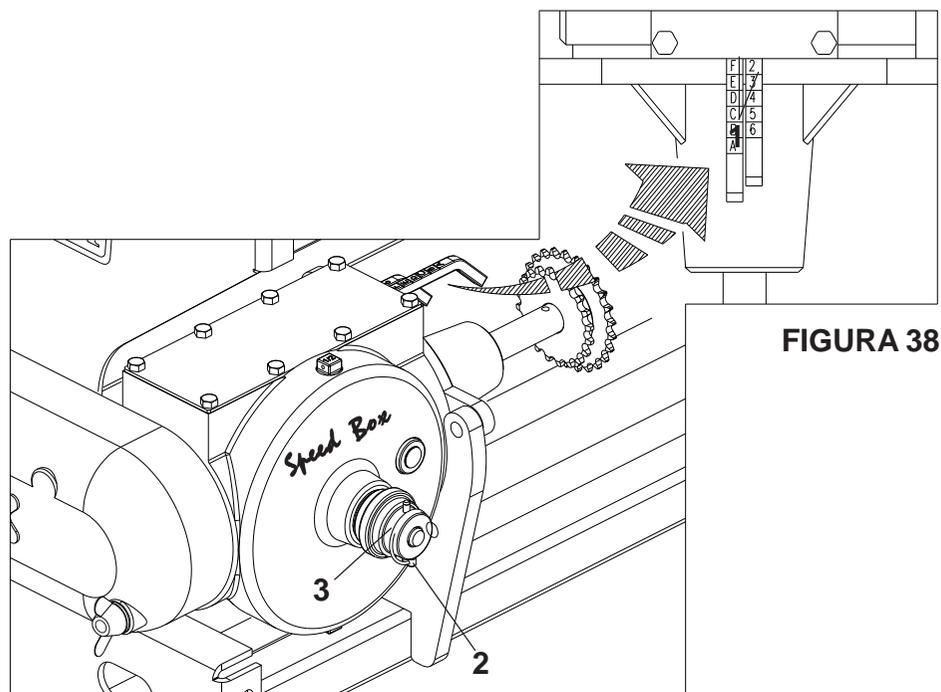

FIGURA 38
## SPEED BOX (FIGURA 38)
2 - Para regulagens do adubo, selecione a quantidade desejada nas tabelas e verifique a combinação correspondente dos cursores (1). Exemplo : posição **F 2**, indica que o cursor com letras deve estar na posição **"F"** e o cursor de números deve estar na posição **"2"**, conforme **FIGURA 38**.